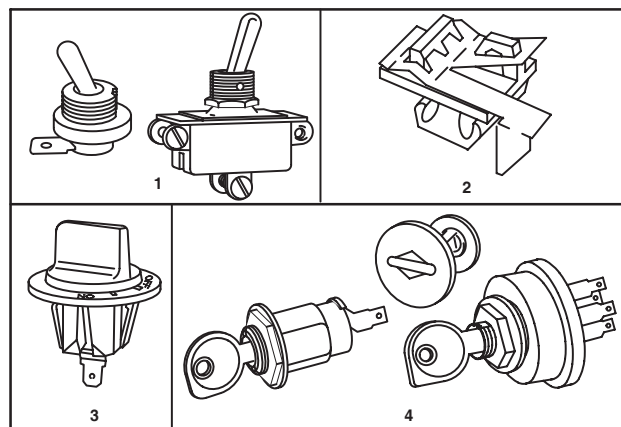

Fig. 21
Plusieurs types d'interrupteurs sont utilisés selon les besoins : Stationnaire (2), rotatif (3), à bascule (1) ou à clé (4), Fig. 21.